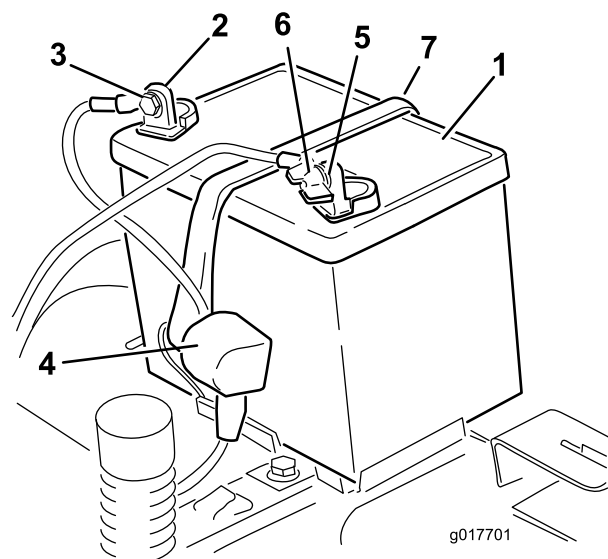

Figure 38
4. Débranchez le câble négatif (noir) de mise à la masse de la borne de la batterie (Figure 38).
6. Débranchez le câble positif (rouge) de la borne de la batterie (Figure 38).
7. Déposez la barrette de maintien de la batterie (Figure 38) et soulevez la batterie de son support.
1. Placez la batterie dans son support (Figure 38).
5. Fixez la batterie en place à l'aide de la barrette de maintien (Figure 38).